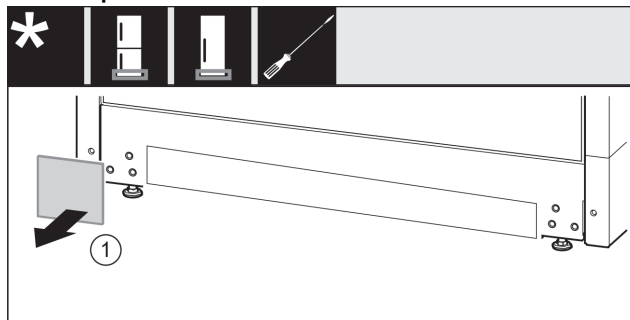

Fig. 24
- ▶ Ta bort skydd. Fig. 24 (1)